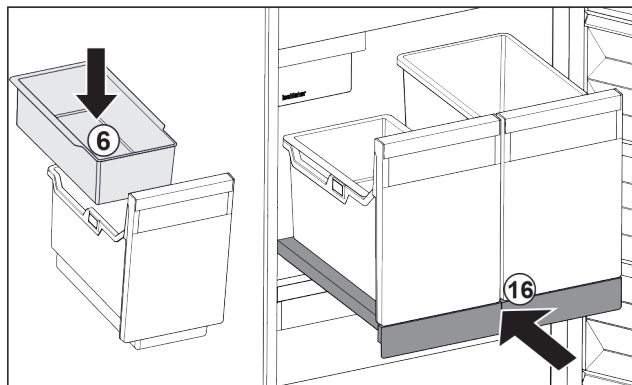

Fig. 124
- ▶ Umetnite ovjesnu posudu Fig. 124 (6) za kockice leda.
- ▶ Gurnite izvlačnu ploču sa spremnikom (IceTower). Fig. 124 (16)